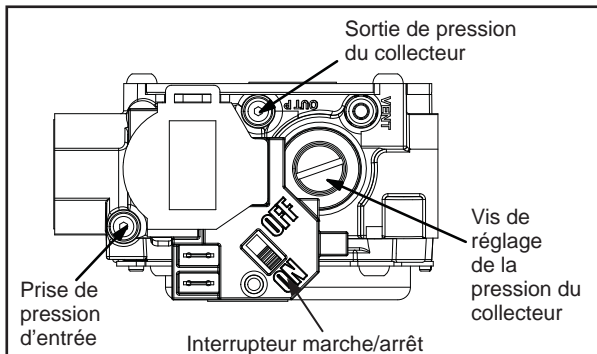
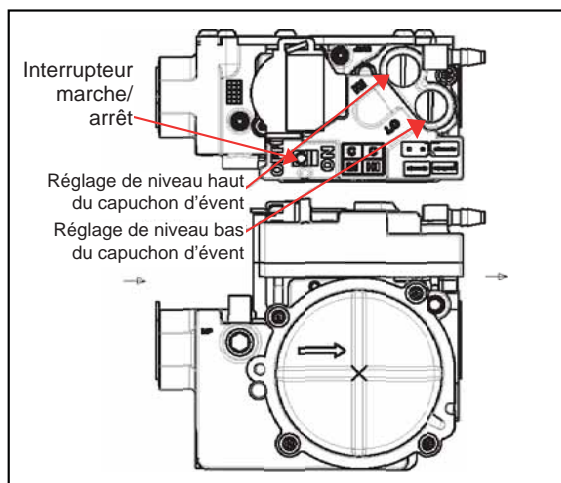

Figure 1. Robinet de gaz à un niveau de puissance
Figure 2. Robinet de gaz à deux niveaux de puissance
6. Faites glisser l'interrupteur de commande du gaz ou tournez le bouton de commande du gaz sur « OFF » (arrêt) (voyez la Figure 1 ou Figure 2).
4. Faites glisser l'interrupteur de commande du gaz ou tournez le bouton de commande du gaz sur « **OFF** » (arrêt) (voyez la Figure 1). Ne forcez pas.